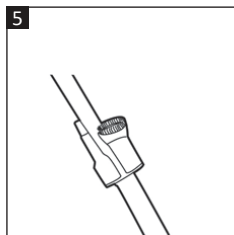

Fig. 5
- El soporte de accesorios (3) se puede enganchar en el tubo telescópico (19) para mantener las herramientas de limpieza a mano durante la limpieza (**Fig. 5**).